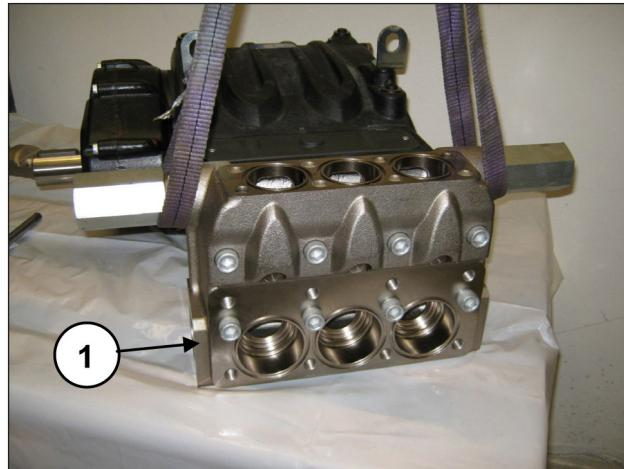
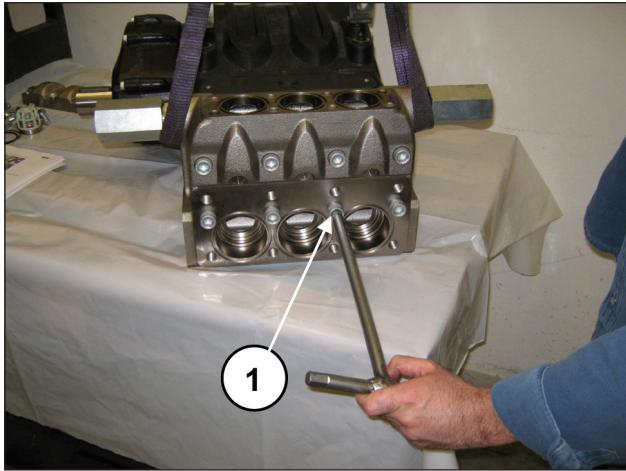

图 164
图 165
将泵头安装在泵壳(位置①，图 164) 上，注意不要碰到活塞，并拧紧8个M16x150螺丝(位置①，图 165)。